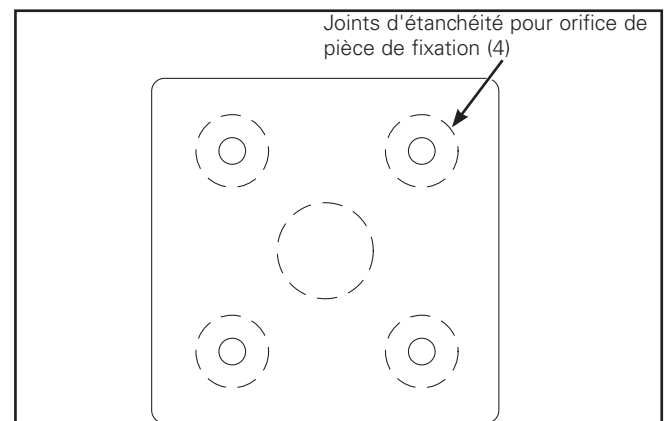

Figure 2.
5. Fixez les joints d'étanchéité de montage aux orifices de pièce de fixation et le dernier joint d'étanchéité carré au centre, là où le boîtier de jonction rejoint le moulage (Figure 2.).